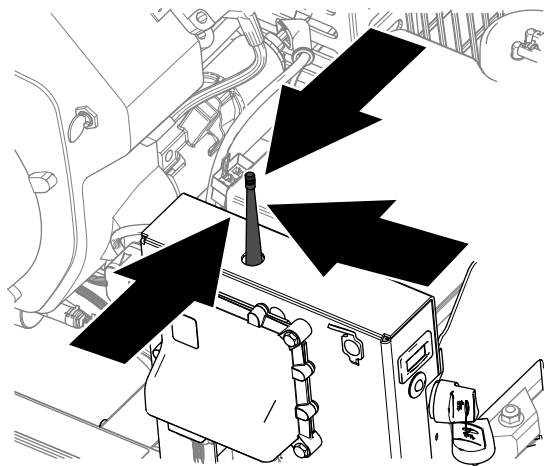

Рисунок 50
3. Удерживая ручной пульт дистанционного управления, встаньте рядом с модулем беспроводного управления в зоне прямой видимости без каких-либо препятствий для антенны (Рисунок 50).